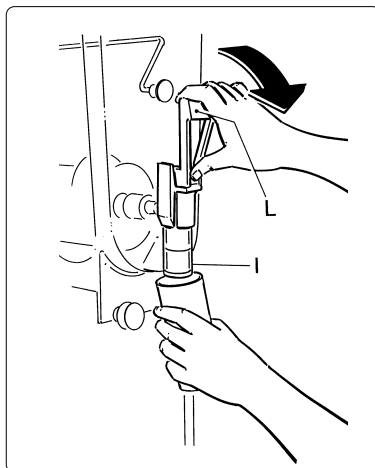

Fig. 8
- a) Per erogare il prodotto, posizionare il bicchiere sotto al rubinetto (I) ed abbassare la leva (L) (vedi fig. 8).